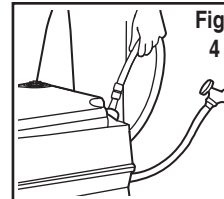

Fig. 4
5. Fill upper tank with fresh water (Fig. 4). Replace cap and tighten securely.
5. Llene el tanque superior con agua fresca (Fig. 4). Vuelva a colocar la tapa y apriétela bien.